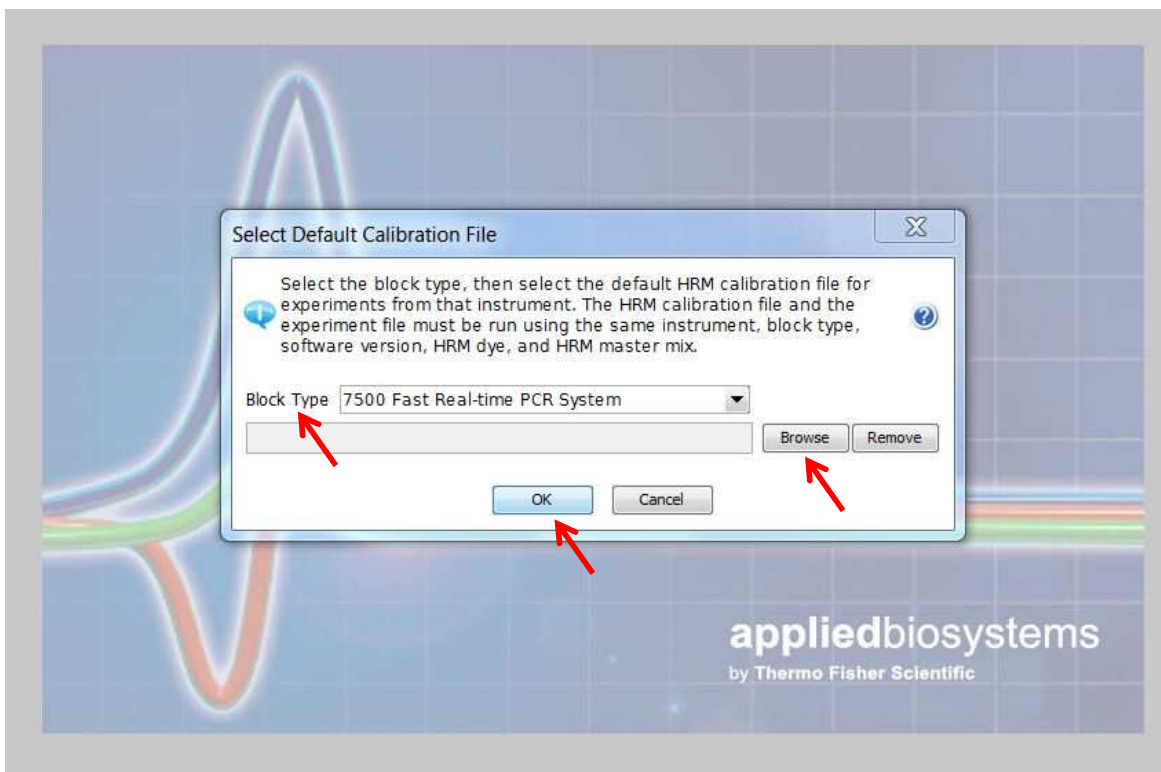

Fig. 1b
2. Em *Block type*, selecione o tipo de instrumento que foi calibrado (Fig. 1b)
3. Clique em *Browse* e busque o arquivo de calibração HRM (.eds) (Fig. 1b)
4. Clique em OK (Fig. 1b)